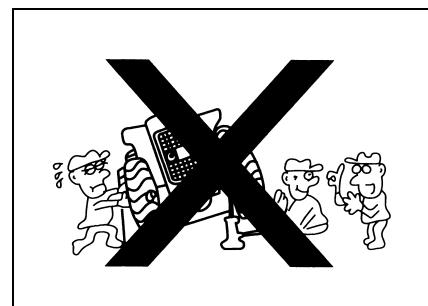

Рис.2–7
- Запрещается проведение реконструкции, влияющей на свойства, безопасность и прочность погрузчика и рабочих устройств. (Рис.2–8)